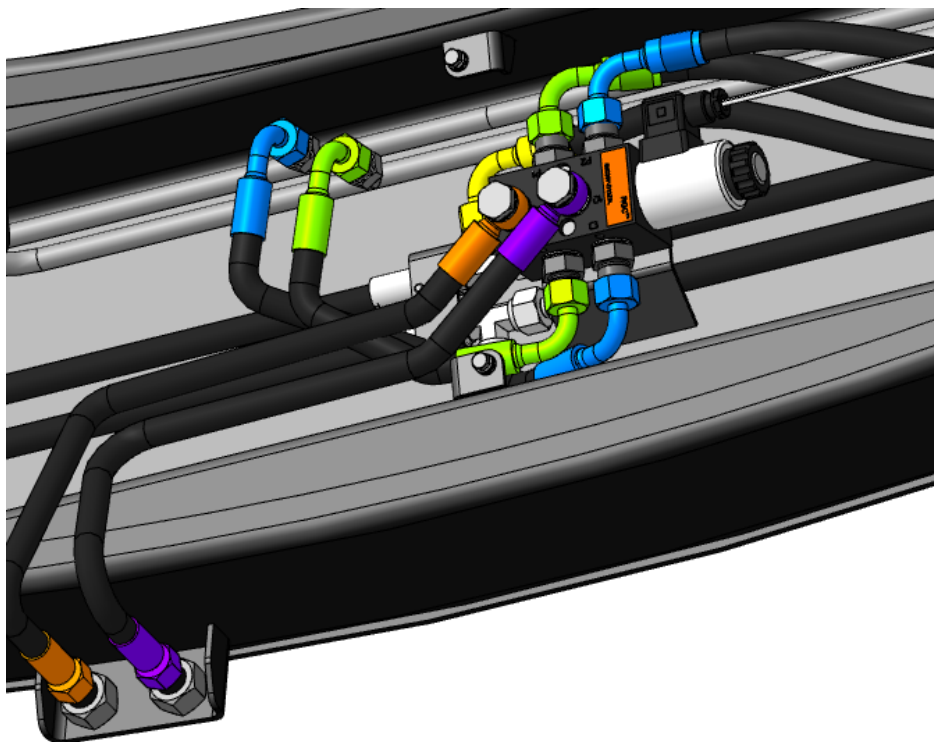

Рисунок 2.11
2.2.3.5 Присоединить концами типа банжо РВД питания гидроцилиндров рабочих органов к портам С1, С4 дивертора при помощи специальных болтов и медных (металлорезиновых) колец (рис.2.11). Вторые концы рукавов, гайка М20х1,5, подключить к установленным на кронштейн муфтам БРС рабочих органов.